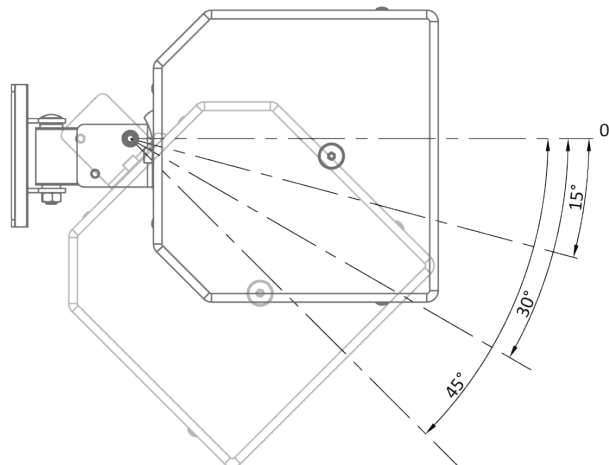

FIG.10
- Le FIG.10 e FIG.11 mostrano il possibile orientamento del diffusore sull'asse orizzontale: la FIG.10 per il diffusore montato verticalmente, la FIG.11 per il diffusore montato orizzontalmente.